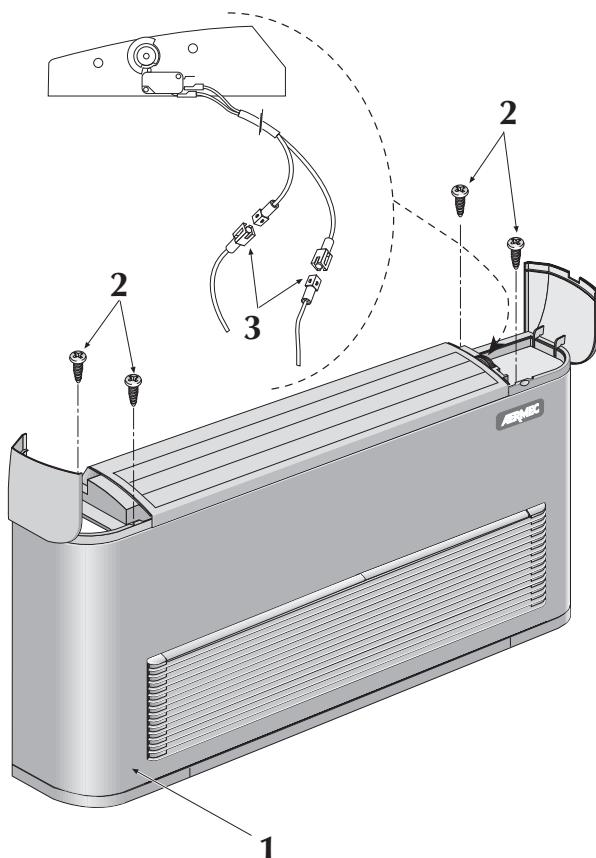
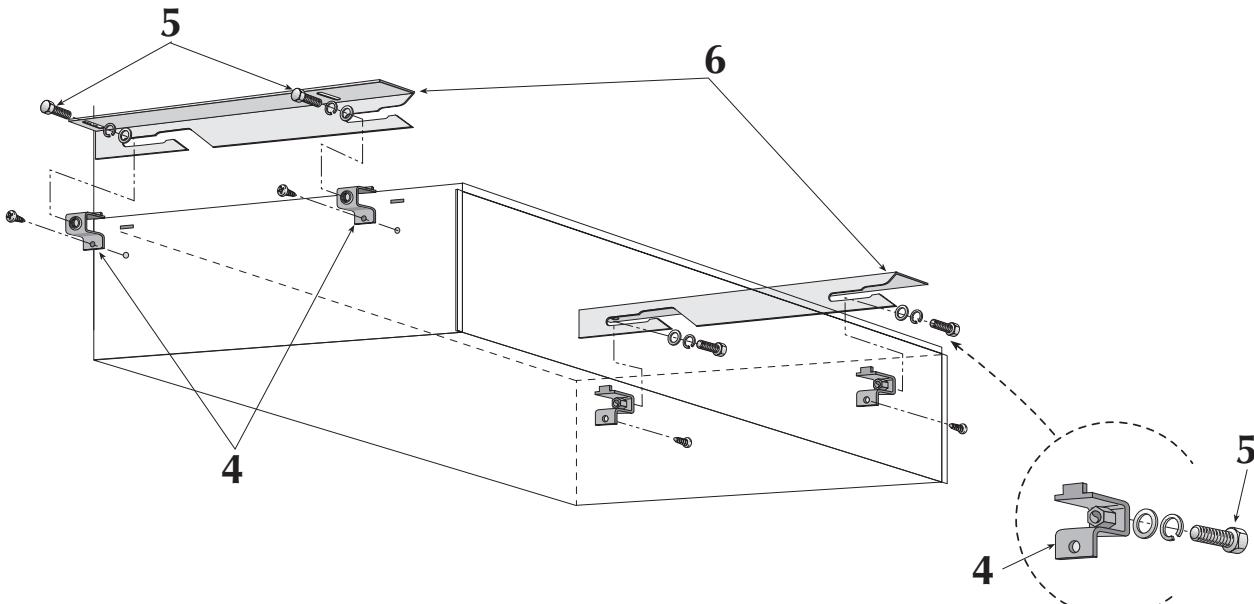

Fig. 1
Fig. 2
- se presente togliere il mantello di copertura (1 fig. 1) allentando le quattro viti (2) avendo cura di staccare i connettori elettrici (3) del microinterruttore consenso ventilatore;
- montare i quattro supporti (4) ai lati dell'unità, inserendo nell'apposita ferritoia la lingue superiore e fissando la parte inferiore al frutto per mezzo delle viti a corredo;
- montare le viti e le rondelle (5 fig. 2) nei quattro supporti;
- fissare a soffitto le flange (6) mediante tasselli ad espansione (non forniti);
- posizionare l'unità e bloccarla stringendo le viti (5);
- if the unit is fitted with its casing (1 fig. 1) remove it by loosening the four screws (2) taking care to detach the fan microswitch connectors (3);
- fit the four supports (4) at the sides of the unit, inserting the upper tabs in the relative locations, and fix the lower part to the chassis by means of the supplied screws;
- fit the screws and washers (5 fig. 2) in the four supports;
- fix flanges (6) to the ceiling by means of screw fixings (not supplied);
- position the unit and secure it by tightening the screws (5);
- retirer l'habillage (si présent) (1 fig. 1) en desserrant les quatre vis (2) et en ayant soin de débrancher les connecteurs électriques (3) du microinterrupteur de commande du ventilateur;
- monter les quatre supports (4) sur les côtés de l'unité en introduisant la languette supérieure dans la fente prévue à cet effet et en fixant la partie inférieure sur la fiche au moyen des vis fournies;
- monter les vis et les rondelles (5 fig. 2) dans les quatre supports;
- fixer les flasques (6) au plafond à l'aide des chevilles à expansion (non fournies);
- installer l'unité et la bloquer en serrant les vis (5);
- Falls vorhanden, die Geräteabdeckung (1 Abb. 1) nach Lockern der vier Schrauben (2) abnehmen. Dabei darauf achten, daß ebenfalls die Steckverbinder (3) des Mikroschalters für das Gebläse-Zustimmungssignal getrennt werden;
- Die vier Halterungen (4) seitlich am Gerät anbringen. Dazu die obere Lasche in den entsprechenden Schlitz einschieben und den unteren Teil mit den beiliegenden Schrauben am Gerät befestigen;
- Die Schrauben und Unterlegscheiben (5 Abb. 2) an den vier Halterungen anbringen;
- Mit Spreizdübeln (nicht mitgeliefert) die Flansche (6) an der Decke anbringen;
- Das Gerät ansetzen und durch Festziehen der Schrauben (5) fixieren;